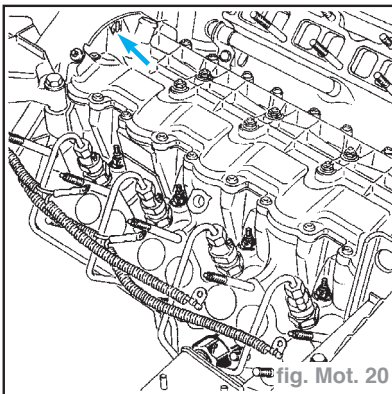

fig. Mot. 20
- approcher le moteur au point mort haut du cylindre N°1 à l'aide de la fenêtre sur le cache culbuteur et du repère sur la poulie d'arbre à came (flèche) (fig. Mot. 20).
- Après avoir déposé la vis (1), piger le moteur (en tournant dans le sens de la rotation moteur), à l'aide de la pige Mot.
- Approcher le moteur au point mort haut cylindre N° 1 à l'aide de la fenêtre sur le cache culbuteur et du repère sur la poulie d'arbre à came (flèche) (fig. Mot. 20).